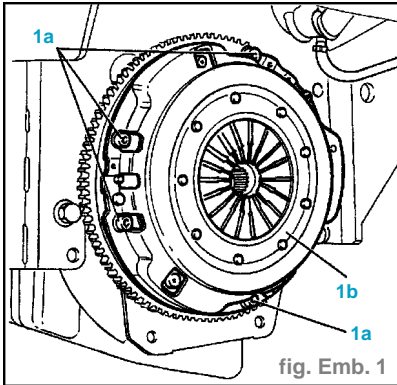

fig. Emb. 1
- Dévisser les vis (1a) de fixation et déposer le pousse-disque (1b) ainsi que le disque d'embrayage (fig. Emb. 1).
- Dévisser les vis (1a) de fixation et déposer le pousse-disque (1b) ainsi que le disque d'embrayage et déposer aussi le palier de butée (fig. Emb. 1).